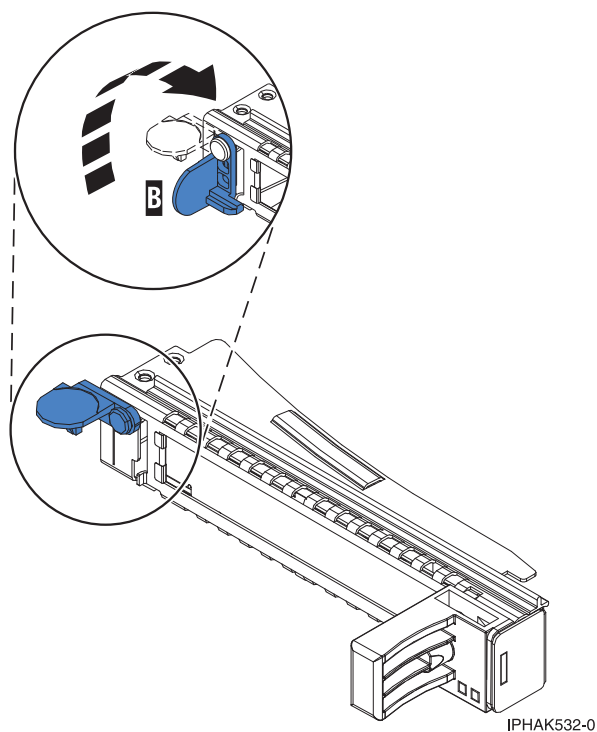

図 51. テール・ストック・クランプのオープン
- a. フィラー・テール・ストックをアンロックするために、49 ページの図 51 に示すように、カセットのテール・ストック側の端にあるラッチ (B) を回転させます。